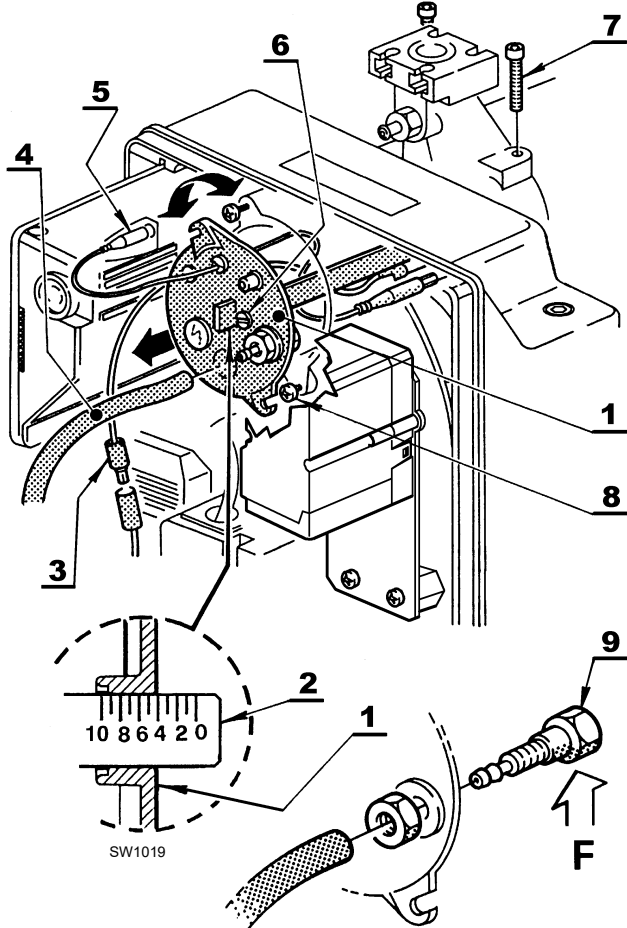

Fig. 11
Dipende dalla portata del bruciatore e si esegue ruotando in senso orario o antiorario la vite di regolazione 6 (Fig. 11) fino a che la tacca incisa sulla staffa di regolazione 2 (Fig. 11) coincide con il piano esterno del gruppo testa 1 (Fig. 11).
Per l'estrazione del gruppo testa (Fig. 11) è necessario:
Si raccomanda di non alterare la posizione di regolazione staffa-gomito 2) (Fig. 11) nella fase di smontaggio.
Rimontare con procedura inversa a quanto sopra descritto, riposizionando il gruppo testa 1) (Fig. 11) come in origine.
Avvitare le viti 7) (Fig. 11), senza bloccarle fino a battuta. Bloccarle con una coppia di serraggio di 3 - 4 Nm.
Controllare che, durante il funzionamento, non si verifichino perdite di gas dalle sedi delle viti. Qualora accidentalmente si allentasse la presa di pressione 11) (Fig. 11) si raccomanda il corretto fissaggio assicurandosi che il foro (F) (Fig. 11) posto nella parte interna del gruppo testa 1) (Fig. 11) sia rivolto verso il basso.